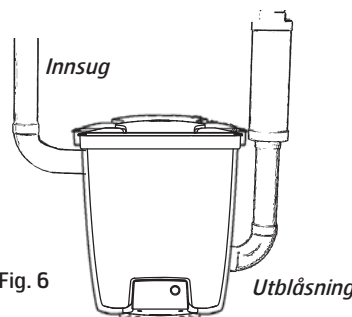

Fig. 6
5. Sett i blindpluggen i det uttaket der sugstussen tidligere satt. Monteres med de fire skruene. Utblåsningsrøret må festes godt til vegg så det ikke løsner fra stussen. Tenk på at du skal kunne vri det bøyde røret til ulike sider for en passende rørføring. Koble deretter til utblåsningsrøret og lydtemper, Fig 6. Monter sentralstøvsugeren slik at utblåsningsrøret blir så kort som mulig, maks 5 meter. Tenk på omgivelsene ved plassering av utblåsningen. Bruk derfor alltid lydtemper.